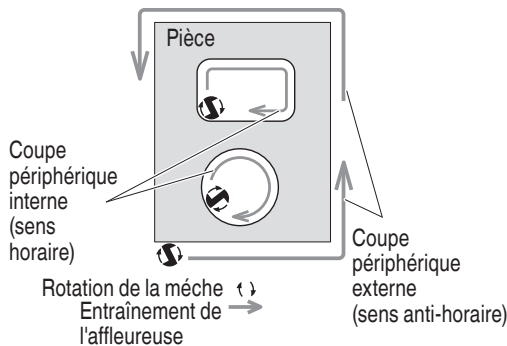

Fig. 30
(2) Le couteau tourne dans le sens des aiguilles d'une montre (direction de la flèche sur la base). Pour obtenir le maximum d'efficacité au découpage, alimenter la affleureuse en se conformant aux directions d'alimentation montré dans la Fig. 30.